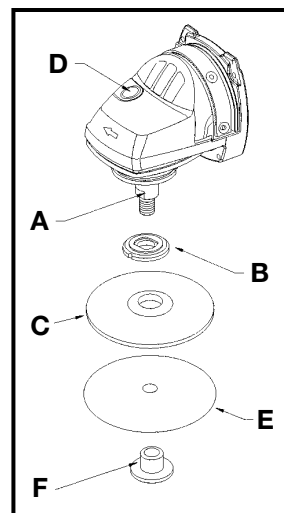

Fig. 2
3. Posicione la brida interior (B), Fig. 2, en el husillo (A), con el cubo redondo orientado hacia afuera, alejándose de la máquina. Gire la brida hasta que caiga en su sitio en el husillo.
4. Coloque un cojín de refuerzo (C), Fig. 2, en el husillo y gírelo en el sentido de las agujas del reloj hasta que quede asentado.
5. Oprima el botón de fijación del husillo (D), Fig. 2, gire el cojín de refuerzo (C) en el sentido de las agujas del reloj hasta que el cierre del husillo se acople y apriete firmemente el cojín de refuerzo. Siga oprimiendo el botón de fijación del husillo.
6. Coloque el disco de lijar (E), Fig. 2, sobre el cojín de refuerzo y céntrelo.
7. Coloque la tuerca de retención (F), Fig. 2, a través del agujero del disco de lijar. Apriete firmemente la tuerca girándola en el sentido de las agujas del reloj.
5. Oprima el botón de fijación del husillo (D), Fig. 2, y manténgalo oprimido mientras gira a mano la rueda de amolar en el sentido de las agujas del reloj hasta que el cierre del husillo se acople.